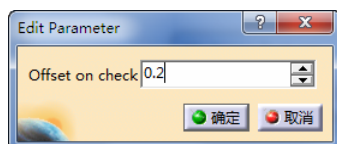

图 3-35 定义检查余量 (2)
- 定义检查余量 (2)。双击 “Offset on part”, 弹出 “Edit Parameter” 对话框, 可设置余量大小为 “0.2” mm, 如图 3-35 所示。